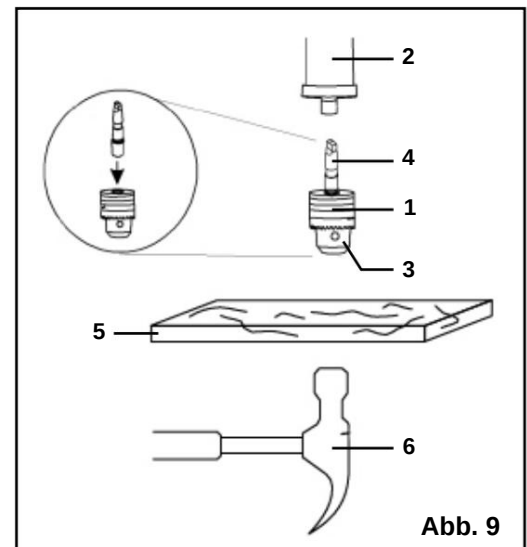

Abb. 9
INSTALLIEREN DES FUTTERS (ABB. 9)
(Abb. 9 - 1) und in der Spindel (Abb. 9 - 2). Entfernen Sie mit einem sauberen Tuch sämtliches Fett, Beschichtungen und Partikel von den Oberflächen des Spannfutters und der Spindel.
2. Öffnen Sie die Spannbacken (Abb. 9 - 3), indem Sie das Spannfutter per Hand im Uhrzeigersinn drehen. Stellen Sie sicher, dass die Backen vollständig im Spannfutter versenkt sind.
3. Stecken Sie den Bohrfutterdorn (Abb. 9 - 4) in die Öffnung an der Oberseite des Bohrfutters.
4. Setzen Sie die Spindel in die Spindel ein. Drehen Sie sie, bis die Zapfen der Spindel (die flachen Stellen am Ende) mit dem Schlitz in der Spindel ausgerichtet sind und Spannfutter und Spindel nach oben gedrückt werden können. Setzen Sie das Spannfutter ein, indem Sie einen Holzblock (Abb. 9 - 5, nicht im Lieferumfang enthalten) unter das Spannfutter legen und einmal fest mit einem Hammer auf das Holz klopfen. Alternativ können Sie einmal fest mit einem Gummihammer oder einem rückschlagfreien Hammer (nicht im Lieferumfang enthalten) auf das Spannfutter klopfen.